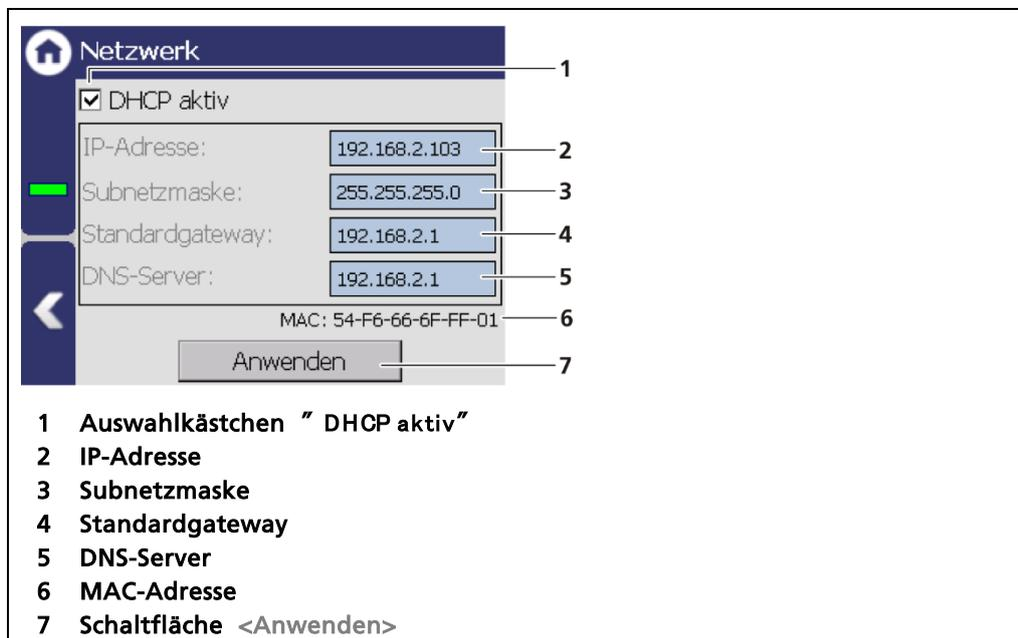
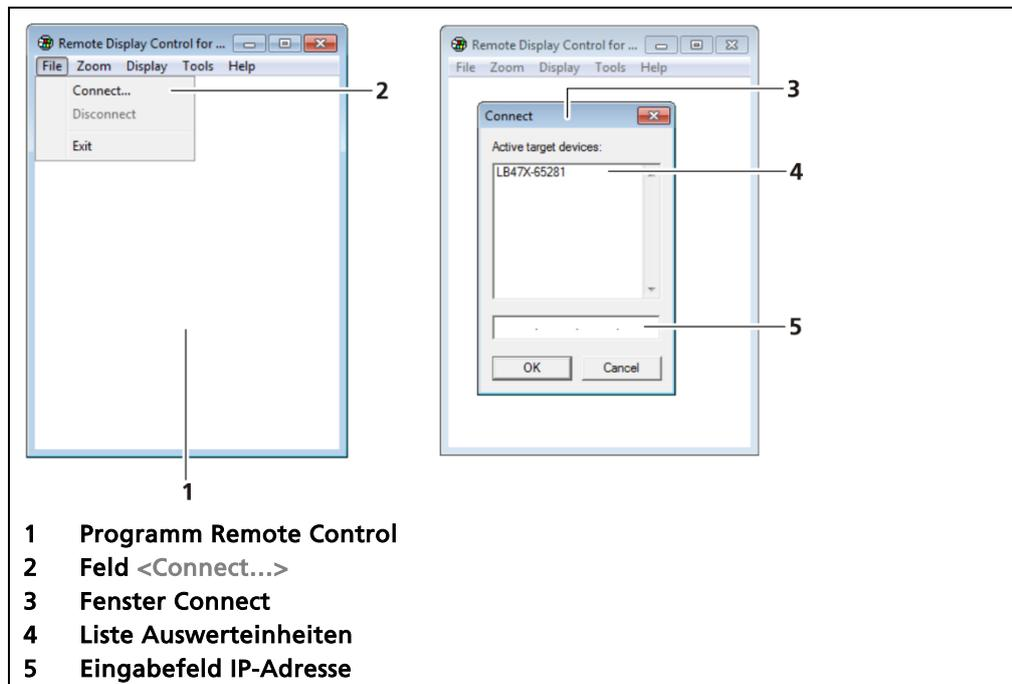

Abb. 51 Netzwerkeinstellungen
Abb. 52 Verbindung zur AWE über RC-Software herstellen
Sie können die Netzwerkadresse entweder manuell oder per DHCP einstellen (automatische Zuweisung). Aktivieren Sie hierzu das Auswahlkästchen „DHCP aktiv“ (Abb. 51, Pos. 1).
Im Fall einer automatischen Zuweisung der IP-Adresse durch einen DHCP-Server können Sie hier die vergebene IP-Adresse nur einsehen. Eine Veränderung der IP-Adresse ist nicht möglich. Auf dieser Seite können Sie ebenfalls die MAC-Adresse des Gerätes ablesen (Abb. 51, Pos. 6).
1. Klicken Sie auf das Textfeld (Abb. 51, Pos. 2 – 5) um das Eingabefeld zu öffnen.
4. Klicken Sie auf <Anwenden> (Abb. 51, Pos. 7), um die Netzwerkeinstellungen zu übernehmen.
- ▶ Das Programm wird gestartet (Abb. 52, Pos.1).
2. Klicken Sie auf die Registerkarte <File> und anschließend auf <Connect...> (Abb. 52, Pos.2), um eine Verbindung zur AWE herzustellen.
- ▶ Ein neues Fenster "Connect" wird geöffnet (Abb. 52, Pos.3) und verbundene Auswerteeinheiten werden aufgelistet.
Die IP Adresse der AWE muss im gleichen Subnetz (Abb. 51, Pos.3) sein wie der Netzwerkadapter des Computers (siehe vorheriges Kapitel "Netzwerk").
3. Klicken Sie auf das Kennung der Auswerteeinheit (Abb. 52, Pos.4) oder geben Sie im Eingabefeld (Abb. 52, Pos.5) die IP-Adresse der AWE (siehe Abb. 51, Pos. 2) ein.